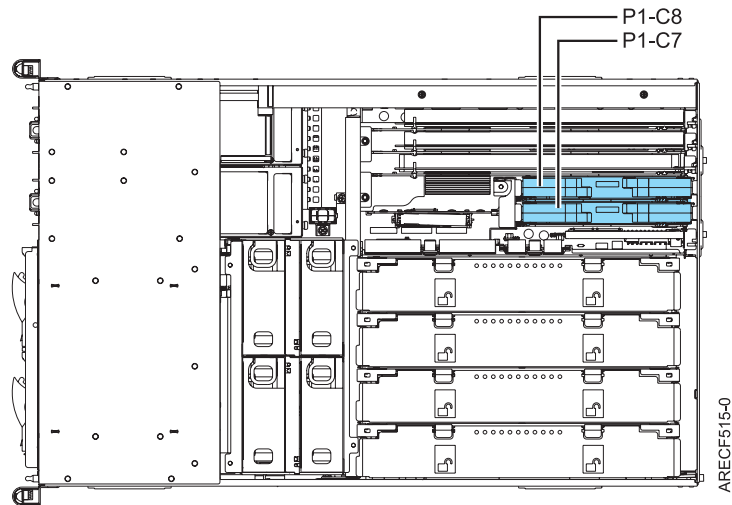

Figure 1. Vue de dessus des emplacements P1-C7 et P1-C8
8. Localisez l'emplacement dans lequel l'adaptateur GX doit être installé. Si le système ne compte qu'une seule carte processeur, utilisez un adaptateur code dispositif 5609 (GX+) et installez-le dans l'emplacement P1-C8 comme indiqué dans la figure 1, à la page 2. Si deux cartes processeur sont installées, un second adaptateur GX sera inséré dans l'emplacement P1-C7. Pour utiliser un adaptateur FC 5616 (GX++) DDR, deux cartes processeur ou plus sont requises.